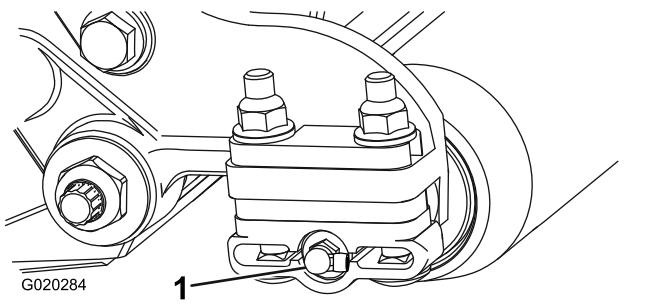

Figura 3
- Togliete il raccordo d'ingrassaggio diritto sul lato anteriore della piastra laterale e installate il raccordo d'ingrassaggio a 90° nello stesso punto (Figura 3).